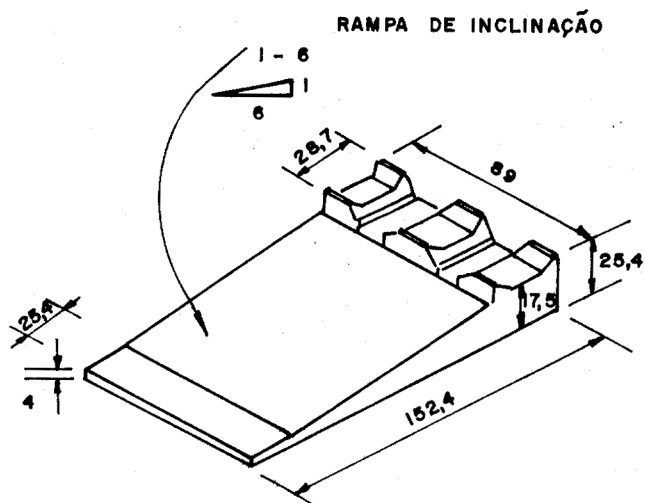

FIGURA 2
- b) rampa de aço, conforme Anexo-Figura 2;